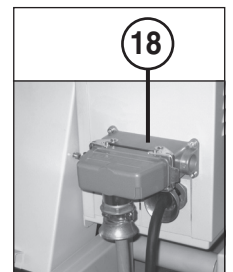

Fig. 4
6. Compensare le irregolarità del pavimento con l'ausilio delle viti di compensazione (20) (fig. 4).